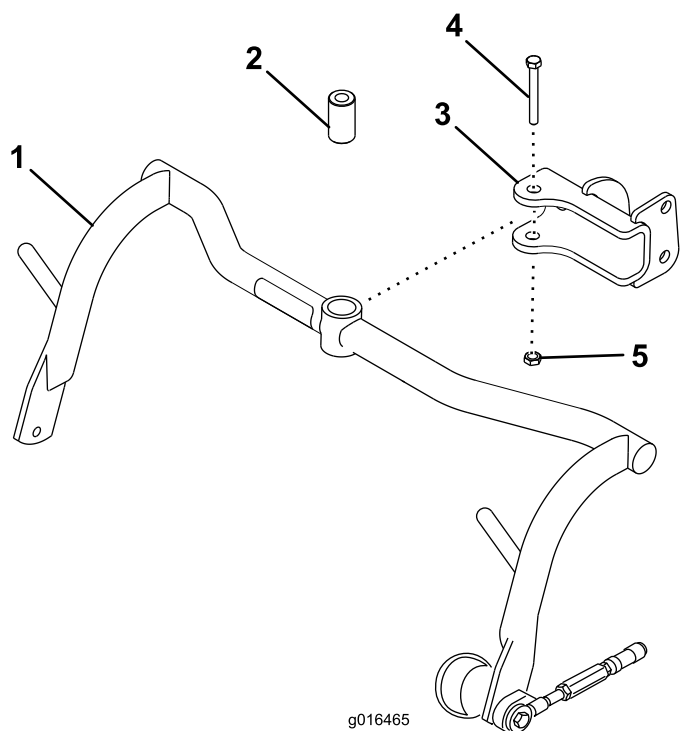

Figura 5
1. Montați un ansamblu de cadru de susinere pe fiecare tift cu un distanțier, un urub ($\frac{1}{2}$ x 3- $\frac{1}{4}$ ") i o contrapiuliță ($\frac{1}{2}$ "); consultați Figura 5. Strângeți la un cuplu între 91 - 113 N·m.